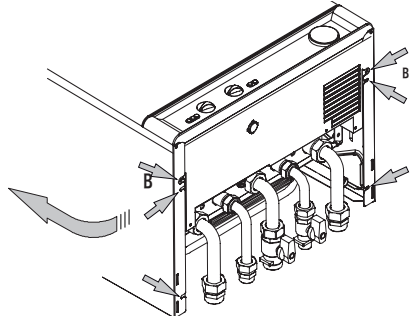

图 8.2
- 松开螺钉 B（图 8.2），将侧面板向上推，使其脱离上支座，从而拆下侧面板。